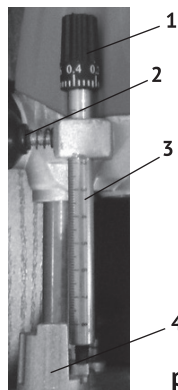

рис.6
- ослабить винт фиксации (рис.6 поз.2) ограничителя глубины и рычаг фиксации (рис.1 поз.3) вертикального положения суппорта;
- подвести скользящий стержень ограничителя глубины (рис.6 поз.3) к ступенчатому упору (рис.6 поз.4) так, чтобы он касался нижней ступеньки (при необходимости повернуть револьверный упор);
- ослабить винт (рис.6 поз.2) и поднять вверх стержень ограничителя глубины, пока показание на его линейке не достигнуто значения (на верхней плоскости фланца), при котором, разность между ним и предыдущим значением не будет равна нужной глубине обработки (например: первое значение – 15 мм, второе – 45 мм, $45 - 15 = 30$ мм, 30 мм – нужная глубина фрезерования);
- выставить концевой (револьверный) упор (рис.6 поз.4) таким образом,
Для осуществления ровного фрезерования параллельно прямолинейного края (кромки) обрабатываемой заготовки, на опорную плиту фрезера устанавливается параллельный упор (рис.6 поз.13).